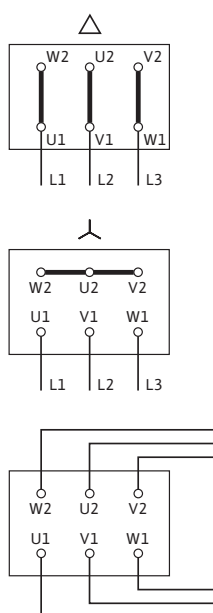

Fig. 17: Mrežni priključak
Spojna shema za električni priključak nalazi se na poklopcu priključne kutije (vidi i Fig. 17).
- Mrežni priključak ovisi o snazi motora  $P_2$ , mrežnom naponu i vrsti uključivanja. Potrebno uključivanje spojnih mostova u priključnoj kutiji možete naći u sljedećem popisu „Tab. 4: Zauzetost priključnih stezaljki” na stranici 17 i na Fig. 17.